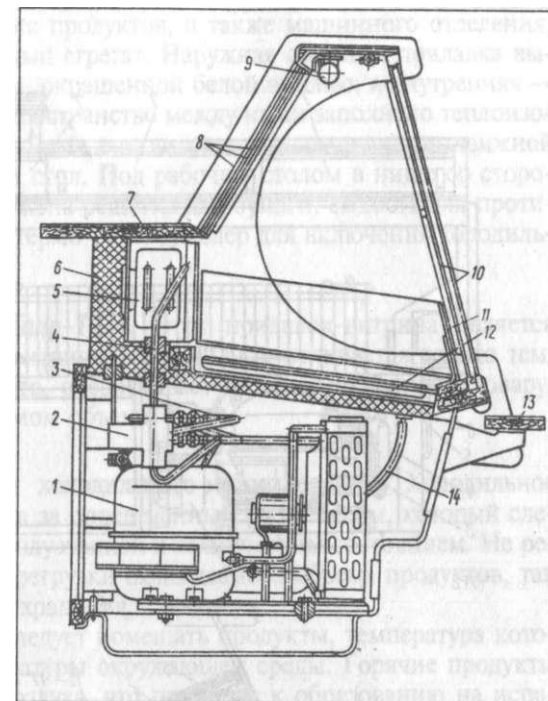

Рис. 15-5. Прилавок-витрина «Пингвин-В»:
**Витрина-прилавок «Пингвин-В» (рис. 15-5)** состоит из двух частей, верхней — витрины и нижней — прилавка. Передняя и боковые стороны витрины закрыты двойным полированным стеклом, а со стороны продавца — тремя раздвижными створками, выполненными из оргстекла. Дном витрины служит шесть эмалированных противней, на которые укладываются продукты. Потолок витрины выполнен из нержавеющей стали. Под ним закреплена люминесцентная лампа, освещающая витри-